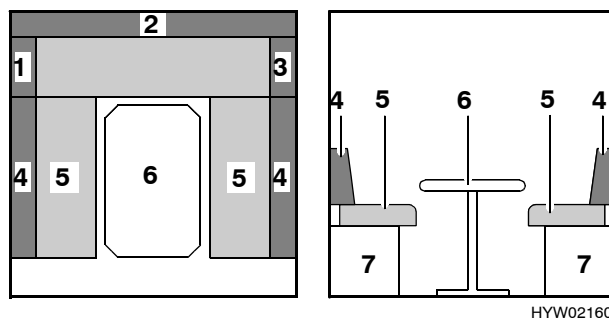

Bild 49 Vor dem Umbau
- Die Rückenpolster (Bild 49,1), (Bild 49,2) und (Bild 49,3) unter dem Tisch ablegen.